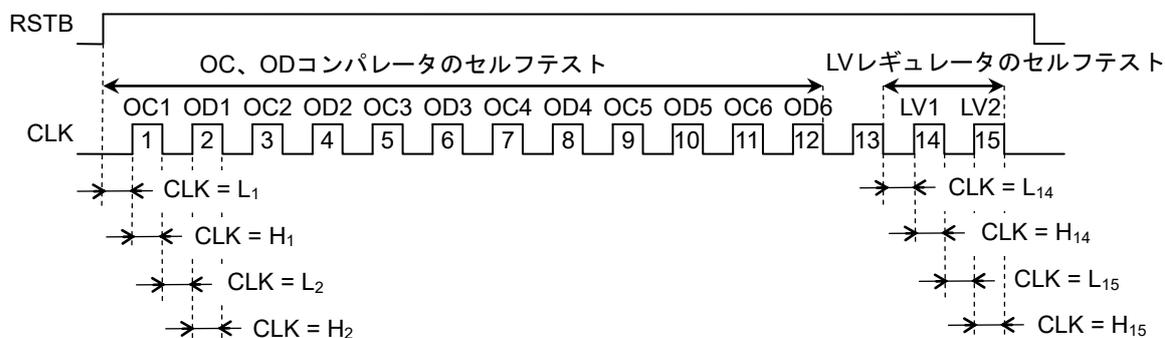

図16
- 14, 15クロック目 : LVレギュレータの高電圧、低電圧異常診断を実行 (図16参照)